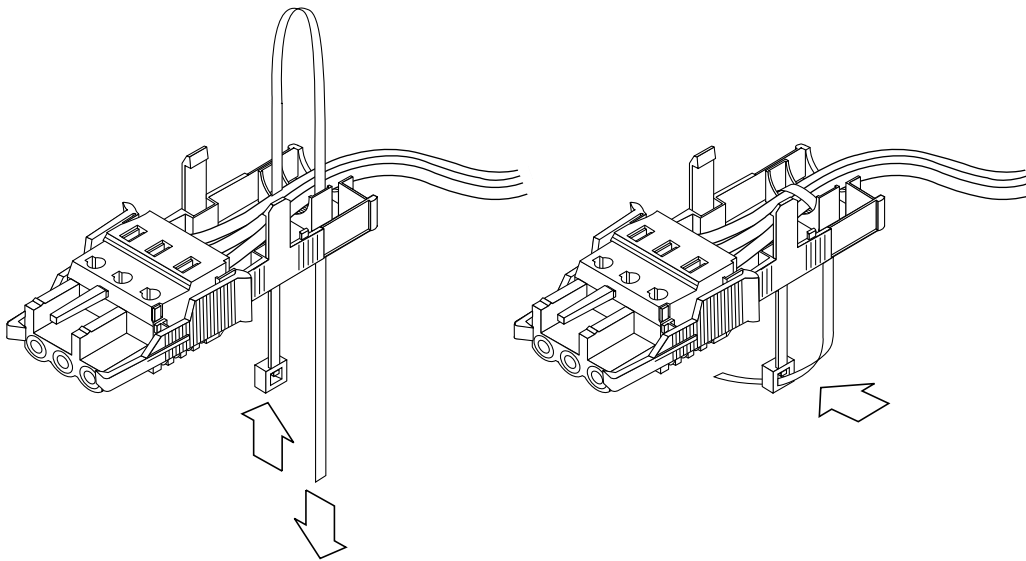

図 3-12 保護カバーへの配線の固定
4. 保護カバーの底部のもう一方の穴にタイラップを通して輪を作り、すべての配線を束ねて保護カバーにしっかりと固定するように締め付けます (図 3-12 を参照)。